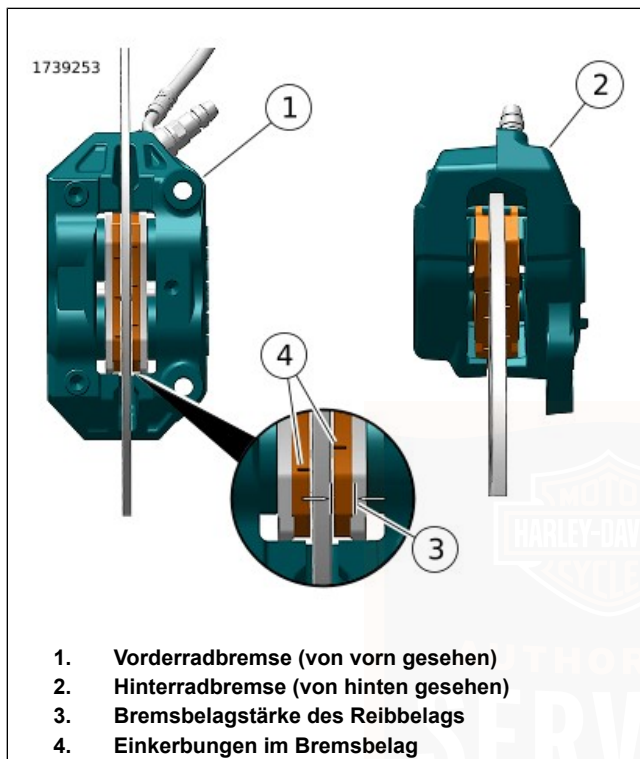

Abbildung 104. Reibmaterial des Bremsbelags
1. Siehe Abbildung 104 . Die Bremsscheibe prüfen, wenn diese gedreht wird. Die Scheibe muss schlagfrei im Bremssattel laufen.